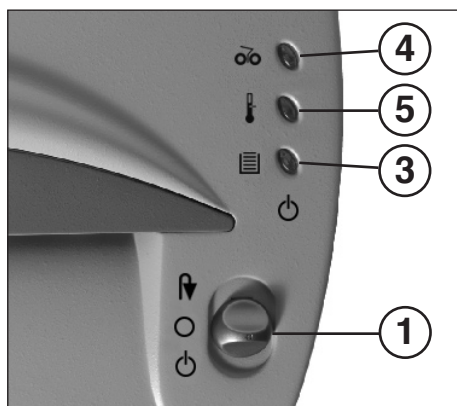

Abb. 1
- 1 = Funktionsschalter (Abb. 1) (Automatik / Aus / Rückwärts)**
- 3 = Kontroll-Anzeige (Abb. 1)**
- 4 = Kontroll-Anzeige „Materialstau“ (Abb. 1)**
- 5 = Kontroll-Anzeige (Abb. 1) „Motorüberlastung“**
- Funktionsschalter (1) (Abb. 1) in Stellung „“ schalten. Die Kontroll-Anzeige (3) (Abb. 1) leuchtet auf (grün).
Achten Sie darauf, daß das Gerät über Nacht ausgeschaltet ist (Funktionsschalter (1) (Abb. 1) in Stellung „O“ schalten).
- Die Kontroll-Anzeige (4) (Abb. 1) leuchtet auf.
- Funktionsschalter (1) (Abb. 1) kurz in Stellung „F“ (Material wird freigegeben) danach in Stellung „O“ schalten.